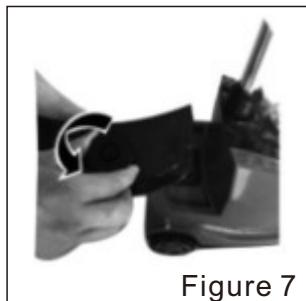

Figure 7
⑦ Tournez le bouton du réservoir d'eau dans le sens antihoraire (Figure 7), remplissez le réservoir d'eau avec de l'eau, serrez le bouton.